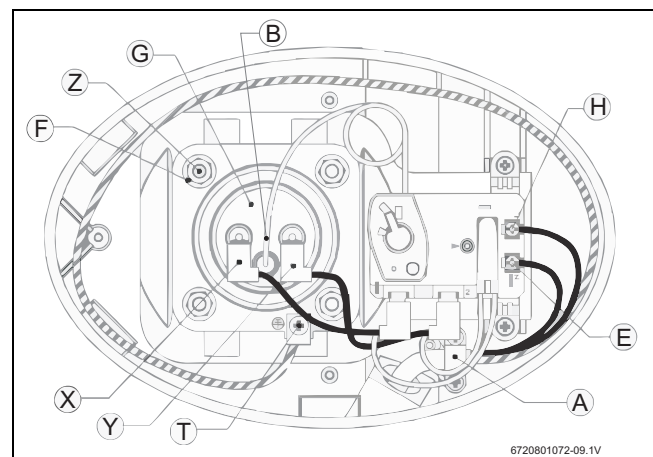

Fig. 10
- ▶ Retire la placa protectora frontal y desconecte los bornes X, Y y T (Fig. 10).
- ▶ Destornille las cuatro tuercas de retención F del elemento de calentamiento (Fig. 10).
- ▶ Retire el sensor de temperatura del termostato del aljibe [B] situado en el cuerpo del elemento (Fig. 10).